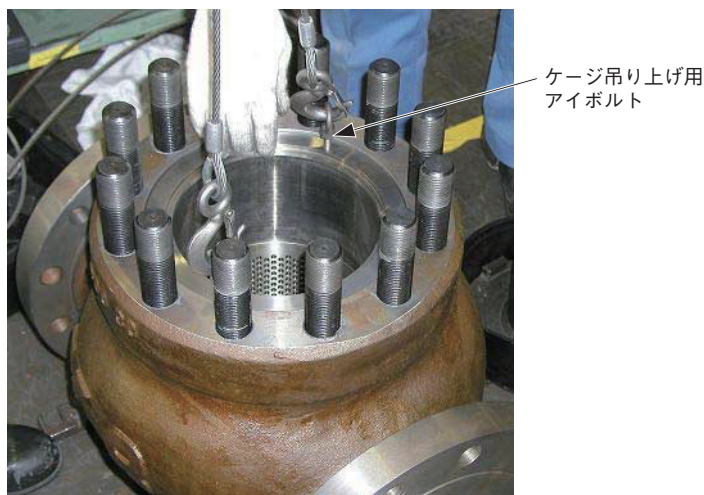

図4-3
- 【3】 上蓋を持ち上げて外します。ケージ(上)の上下に1枚ずつ組み付けられているガスケットを取り外してください。上蓋だけが抜けた場合、バルブプラグを抜いた後、ケージ(上)を本体から取り外してください。弁サイズ4B以上はケージ(上)に吊り上げ用アイボルトのねじ穴を加工してあります。アイボルトを使用してケージ(上)を取り外してください。(図4-3参照)